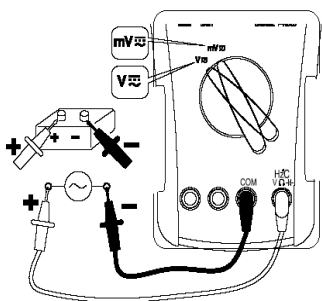

Рис. 7.1
4. Подключить измерительные провода к источнику напряжения (рис.7.1).